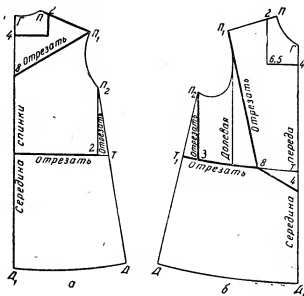

Рис. 163. Нанесение линий фасона платья с воланами:
**Спинка.** По линии талии наносят линию разреза (рис. 163, а). От точки Т влево по линии талии откладывают 2 см. Точку 2 соединяют по линейке с точкой П2.
**Полочка.** По линии талии наносят линию разреза (рис. 163, б). От точки Т1 вправо по линии талии откладывают 3 см, точку 3 соединяют по линейке с точкой П2.